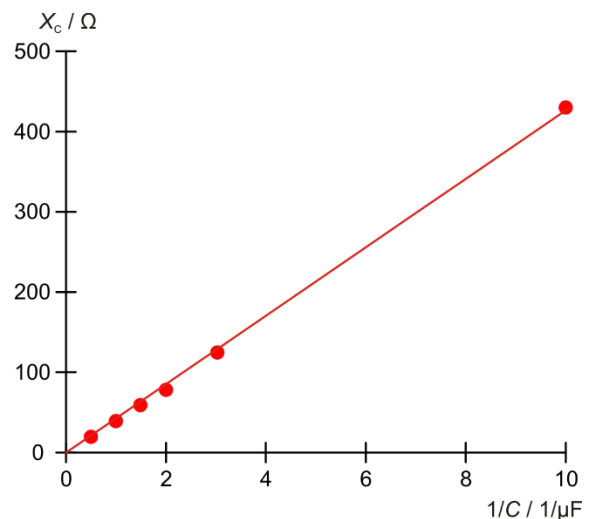
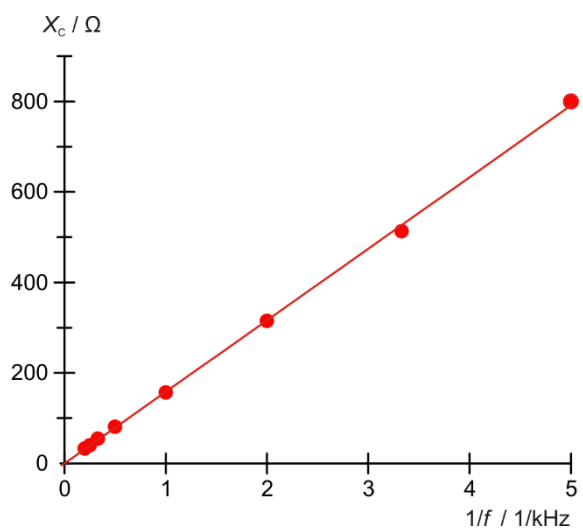

Fig. 4: Resistência capacitiva X_C como função do valor inverso da capacidade C .
Fig. 5: Resistência capacitiva X_c como função do valor inverso da frequência f .
- Aplicar as resistências capacitivas X_C contra os valores inversos da capacidade (Tab. 1, Fig. 4) e a frequência (Tab. 2, Fig. 5).